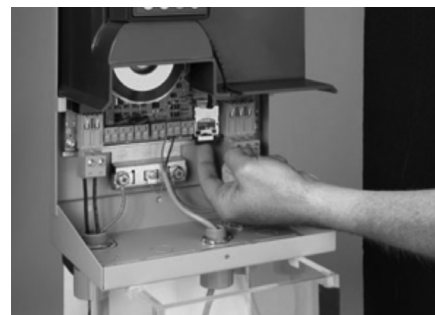

Figure 22 – Version du logiciel
3. Retirer la protection en plastique de la fente pour carte SD (voir Figure 22).